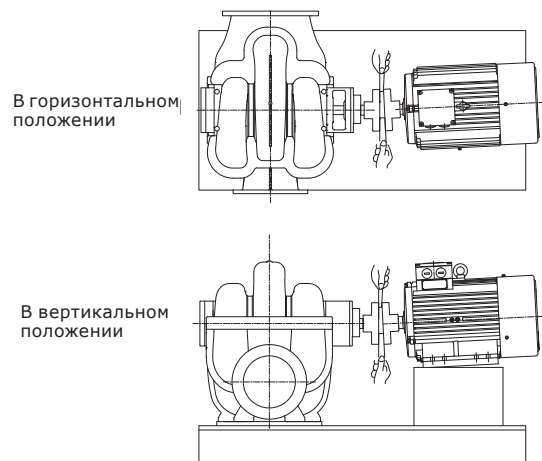

Рис. 36 Проверка углового выравнивания
- Насос и двигатель были точно сцентрированы на заводе, но во время выполнения погрузочно-разгрузочных работ при отправке обычно центрирование сбивается. Используя небольшой шаблон и измерительные щупы или циферблатный индикатор, проверить горизонтальную, вертикальную или угловую соосность ступиц муфт, см. рис. 36–37.